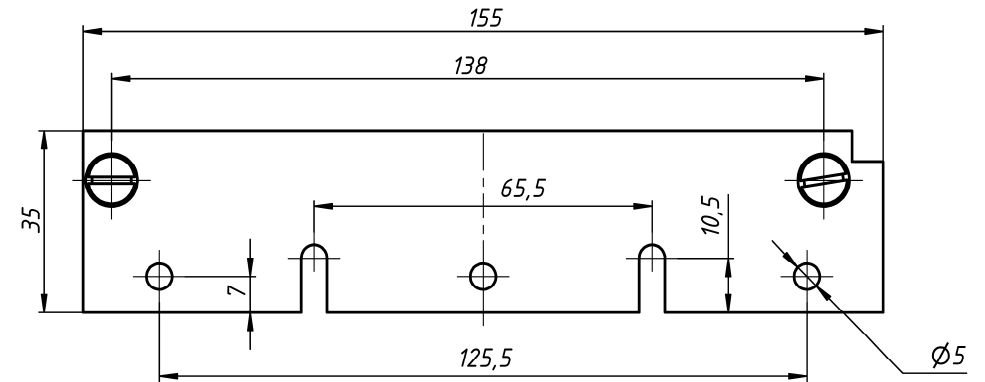

Рис.4 Переходная планка крепления корпуса
5.1 Габаритно-установочные размеры частей замка приведены на рис.4, 5 и 6.